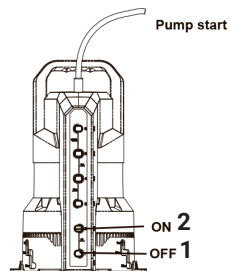

рис.6
индикатор соответствует начальному уровню воды, нижний индикатор соответствует уровню воды выключения. Примечание: (приоритет верхнего уровня воды больше, чем нижнего уровня воды, например: текущие (1 и 3) уровня воды горят, при нажатии переключателя (2), исходный (3) уменьшится до (2), затем загорятся (1) и (2), уровень воды запуска - (2), уровень воды остановки - (1))(см. рис.6).